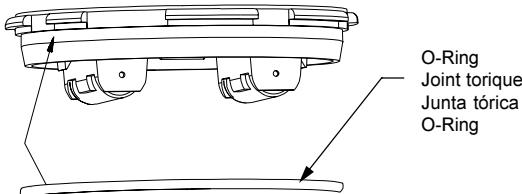

Figure 5
4. As noted in Figure 5, re-install o-ring on electronics module. Press module gently down into meter cover.
4. Comme indiqué dans la figure 5, réinstallez le joint torique sur le module électronique. Enforcez doucement le module dans le couvercle du débitmètre.
4. Den O-Ring Abbildung 5 entsprechend wieder am Elektronikmodul anbringen. Modul vorsichtig wieder auf die Abdeckung der Anzeige aufdrücken.